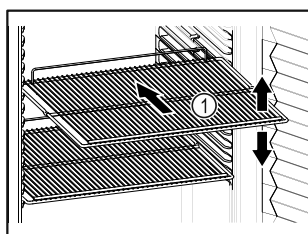

Fig. 48 Przykładowa prezentacja
- ☐ Jeśli ruszty do składowania Fig. 48 (1) są ruchome, należy je ustawić odpowiednio do wysokości.